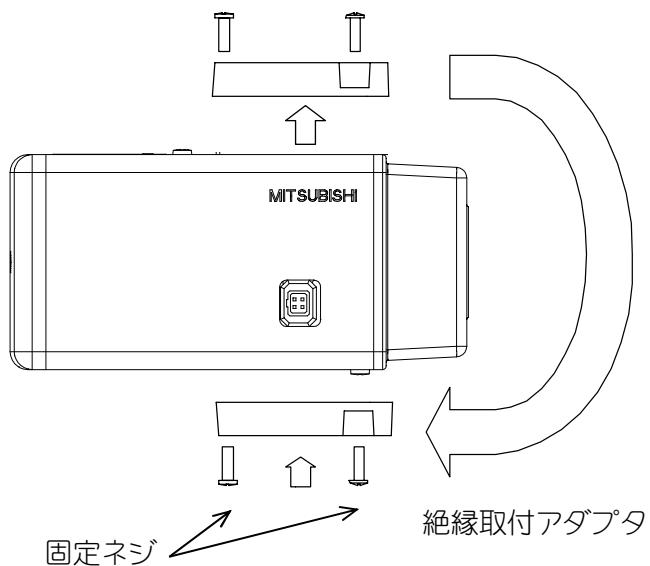

図 16-2 絶縁取付アダプタ
- カメラ据付方向により、カメラの絶縁取付アダプタを図 16-2の通りに移動してください。
(1) 天井などに据え付ける場合